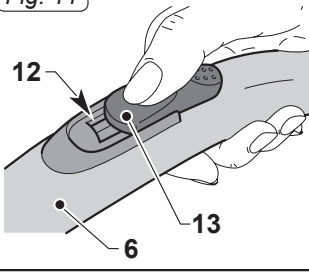

Fig. 12
- È possibile regolare la lunghezza del tubo telescopico (14 Fig. 12) agendo come segue:
- Per allungare il tubo premere con un dito verso il basso la ghiera (15 Fig. 12) e contemporaneamente estrarre la parte superiore (16 Fig. 12) del tubo; raggiunta la lunghezza desiderata rilasciare la ghiera (15 Fig. 12) il tubo si bloccherà nella posizione di fermo più vicina;
- Per accorciare il tubo telescopico, con una mano spingere verso il basso la ghiera (15 Fig. 12) e con l'altra mano rinserire il tubo superiore (16 Fig. 12) nel fodero inferiore (17 Fig. 12).